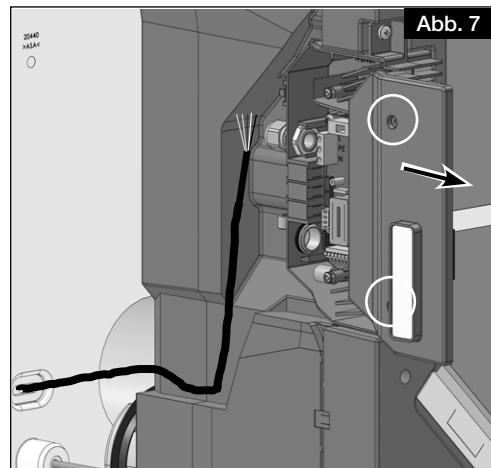

Abb. 7
2. Die zwei Schrauben des Klemmenkastendeckels lösen und den Deckel abnehmen (siehe Abb. 7). Dabei darauf achten, dass das Flachbandkabel der Folientastatur nicht belastet wird.